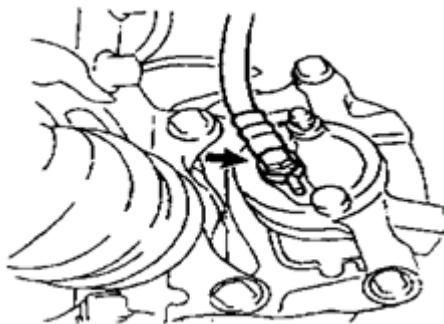

图 3-23
- (1) 从后盘式制动分泵上拆下空心螺栓和垫圈，然后脱开软管，如图3-23所示。